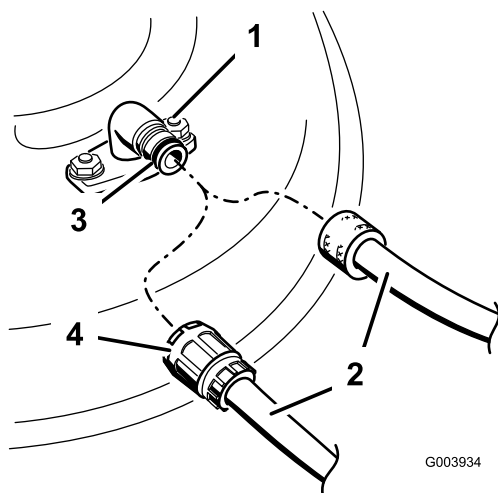

Figure 62
3. Branchez le raccord du tuyau au raccord de lavage du plateau de coupe et ouvrez l'eau en grand (Figure 62).